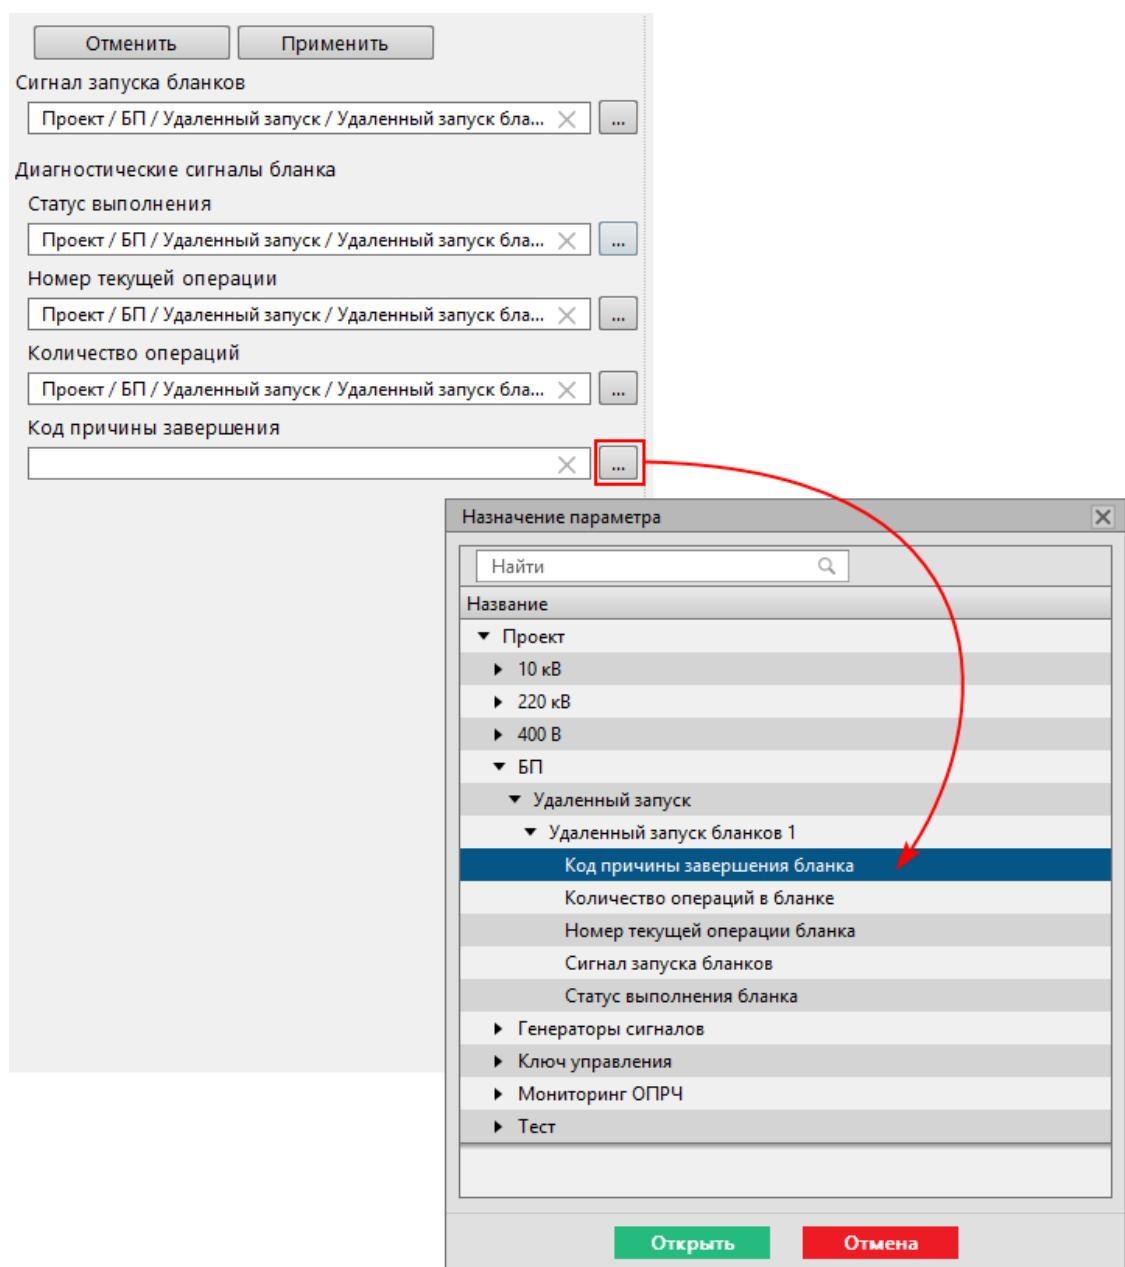

Рисунок 354 - Привязка сигналов удаленного запуска бланков
8. Заполните форму слева: в каждом поле нажмите **...** и выберите соответствующий сигнал из дерева проекта (Рисунок 354).